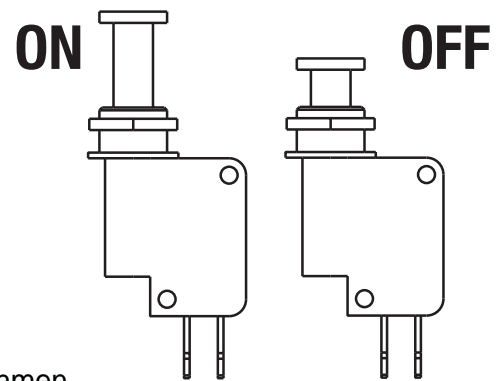

Bild 16
- ➔ Ein/Aus-Schalter rausziehen, dadurch wird der Zündkreis geschlossen, und die Batterie versorgt das Zündsystem mit Energie (Bild 16).
- ➔ Ein/Aus-Schalter eindrücken (siehe Bild 16). Dadurch wird der Zündkreis unterbrochen und der Motor stirbt ab.